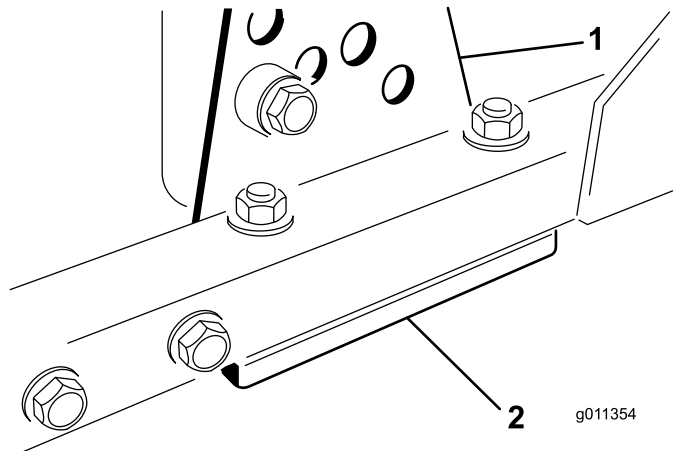

图 82
1. 从滚刀组架上拆除剪草高度支架前、左或右图 82。
2. 在滚刀组架与剪草高度支架之间增、减 1.5mm 薄垫片和/或 0.7mm 薄垫片以达到所需的高度设置图 82。